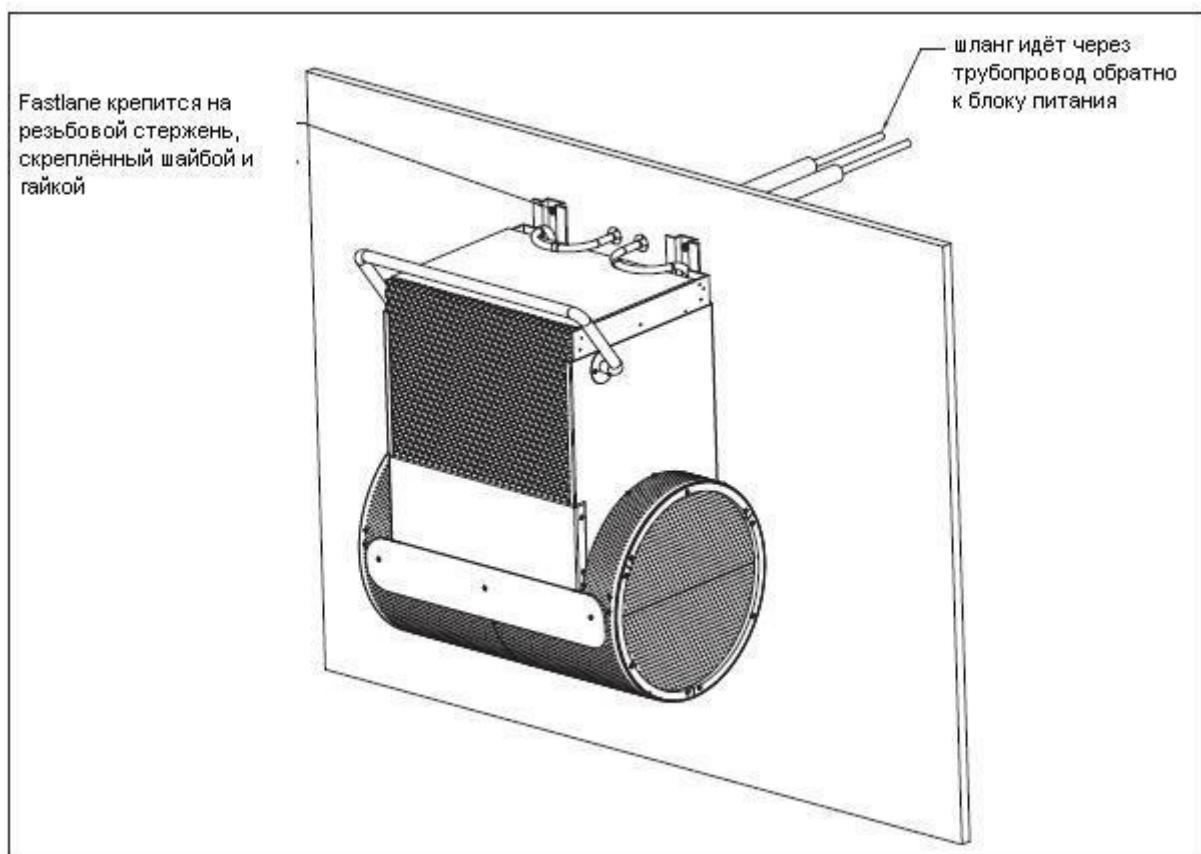

Рис.7.1
- 6.3 Прикрепите гидравлические шланги к передней панели устройства противотока. Вставьте в отверстия в верхних каналах корпуса резьбовые стержни в настенное крепление. Закрепите при помощи двух плоских шайб гровера, двух шлюзовых шайб, двух гаек (по одному на каждый стержень) как показано на рис.7.1